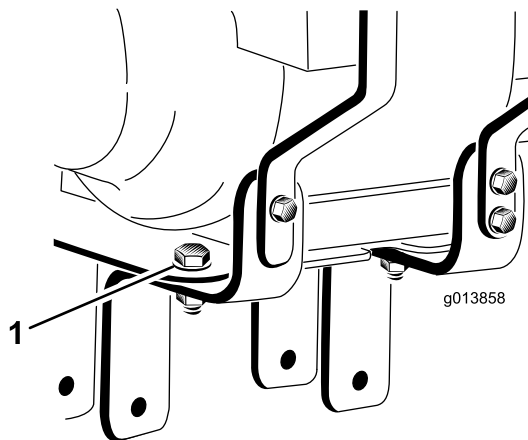

Figura 3
3. Allentate, ma non rimuovete, i 2 bulloni e dadi che fissano le staffe di montaggio del motore alla piastra di montaggio del motore (Figura 3).